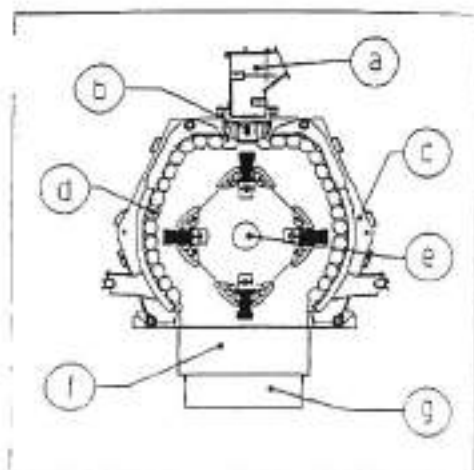

fig. 1
- la **bocca di carico** del materiale (fig. 1/A), che ha la funzione primaria di convogliare in modo omogeneo il materiale all'interno del mulino. È protetta internamente da materiale antiusura e, verso l'esterno, da una bavetta in gomma antiabrasiva che ha la funzione di trattenere l'eventuale polvere che si forma e di limitare l'emissione sonora;
- la **bocchetta di alimentazione** (fig. 1/B), che concentra il materiale sulla zona di impatto con i martelli ed è protetta internamente da parti di usura;
- le **fiancate** (fig. 1/C) che, unite tra loro da distanziali, rappresentano il telaio portante della macchina che funge da supporto per il rotore. Sono protette internamente da parti di usura facilmente sostituibili;
- i **portacorazze** (fig. 1/D), che costituiscono la zona di impatto secondaria del materiale. Avvolgono a mantello il rotore e sono rivestiti con parti di usura facilmente sostituibili. Sono accessibili a macchina aperta e carter smontati e possono essere facilmente rimossi per eventuali manutenzioni straordinarie;
- il **rotore** (fig. 1/E), che rappresenta il punto di impatto primario del mulino; possiede due o più file di martelli facilmente rimpiazzabili. È l'unica parte mobile della macchina;
- il **cassone di scarico** (fig. 1/F) ed il **cassone supplementare di scarico** (fig. 1/G), che sono tramogge opportunamente sagomate e protette, che facilitano lo scarico e l'asporto del materiale frantumato.